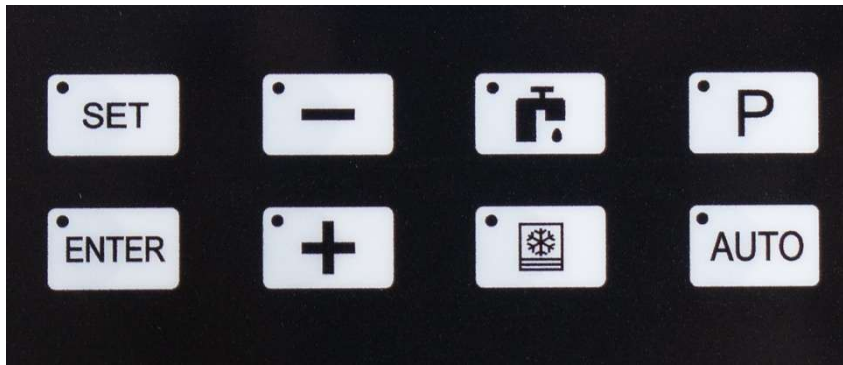

Abbildung 4-1
4. Drücken Sie die Taste 'WASH' (Abb. 4-1) und lassen Sie die Maschine ca. 1-2 Minuten drehen.
Wenn der Verkauf beendet ist und die Maschine am nächsten Tag wieder benutzt werden soll, kann der Nachtmodus / Konservierungsfunktion aktiviert werden. Drücken Sie hierzu die Taste 'P' (Abb. 4-1) und die Taste 'ENTER'. Auf dem Bildschirm erscheint das Symbol 'P'.
1. Stellen Sie die Maschine auf Standby, indem Sie die Taste 'P' (Abb. 4-1) drücken. Das Display zeigt nun nur noch die Grundinformationen wie abgebildet an.
2. Drücken Sie anschliessend die Taste 'SET' (Abb. 4-1) für 5 Sekunden (die Maschine piepst jede Sekunde), bis 'P1' im Display erscheint.
5. Bestätigen Sie die Einstellung mittels 'ENTER' (Abb. 4-1).
3. Taste 'WASH' (Abb. 4-1) drücken und die Maschine ca. 3-5 Minuten drehen lassen.